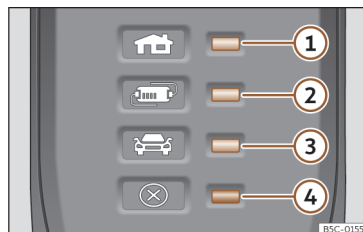

Fig. 67 No cabo de carregamento para tomadas de corrente: Luzes de controlo do dispositivo de proteção.
>>> **Fig. 67:**
>>> Fig. 67 faz com que o conector de carregamento permaneça sem corrente até se ligar na tomada de carregamento do veículo.
Uma ou várias luzes de controlo >>> Fig. 67 ①, ② ou ③ acendem a verde.
Indicação >>> Fig. 67	Significado
①, ④ piscam	O conector para a habitação aqueceu muito.
②, ④ piscam	O dispositivo de proteção foi aquecido muito.
Se o processo de carregamento continuar com uma corrente inferior, além do indicador de funcionamento, pisca a luz de advertência >>> Fig. 67 ④ a vermelho.
- Se voltar a ocorrer um desligamento ou redução da corrente de carregamento e a causa não parece ser a exposição a uma fonte de calor externa, observe que luz de controlo verde pisca >>> Fig. 67. Para a verificação do cabo de carregamento, dirija-se a um concessionário especializado CUPRA ou a qualquer concessionário da rede SEAT. Para a verificação da ligação da infraestrutura, dirija-se a um estabelecimento especializado em instalações elétricas.
Se a luz de advertência ④ vermelha pisca ou acender sem que se acenda por sua vez de forma permanente uma luz de controlo >>> Fig. 67 ①, ② ou ③ o indicador de funcionamento, há uma avaria.